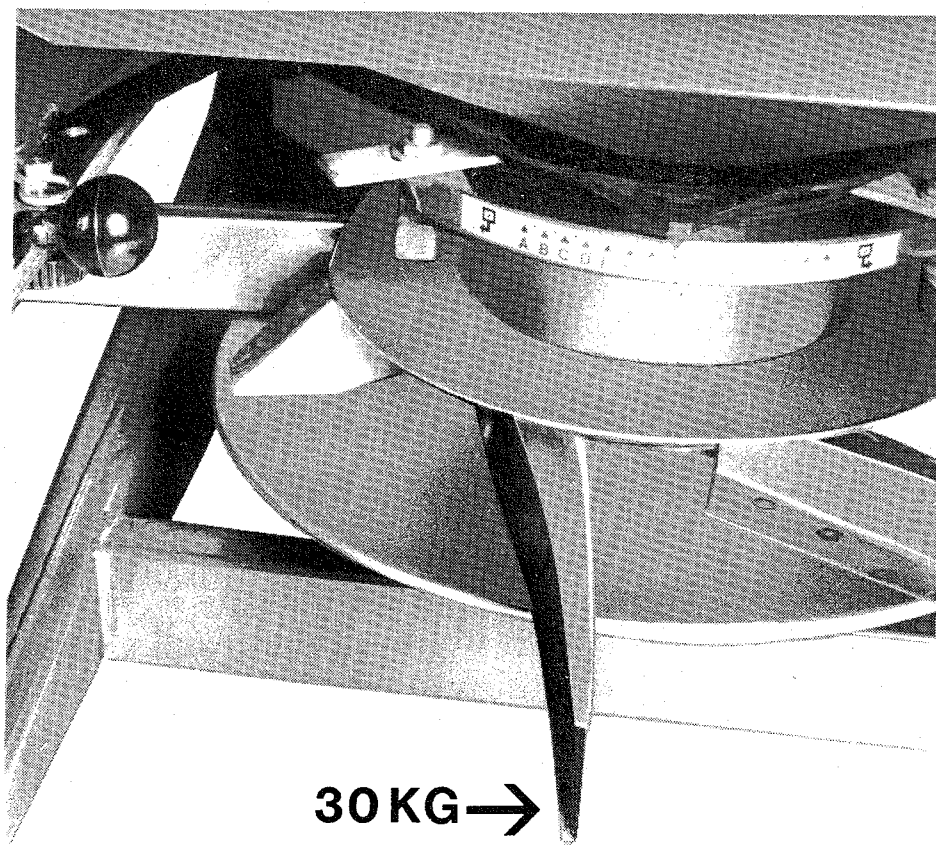

Fig. 24
(Fig. 24)
(Fig. 24).
- Prüfen Sie mit einer Kraft von 30 kg an der Streuscheibe, ob die Kupplung rutscht, blockieren Sie hierbei die Gelenkwelle. (Fig. 24).
- Vérifier que le limiteur fonctionne en appliquant un effort de 30 kg sur l'une des pales du disque (en bloquant la pto). (Fig. 24).